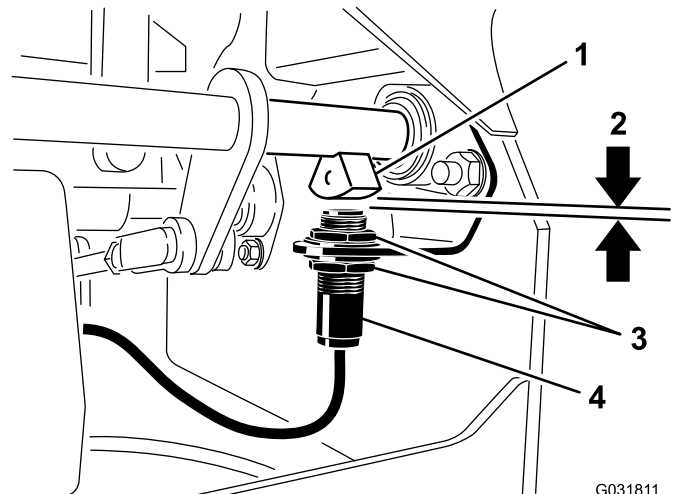

図 48
4. ブレーキシャフトセンサーとインタロックスイッチのプランジャとの距離が 4mm になるように、スイッチの位置を上下させて 図 48 のように調整する。